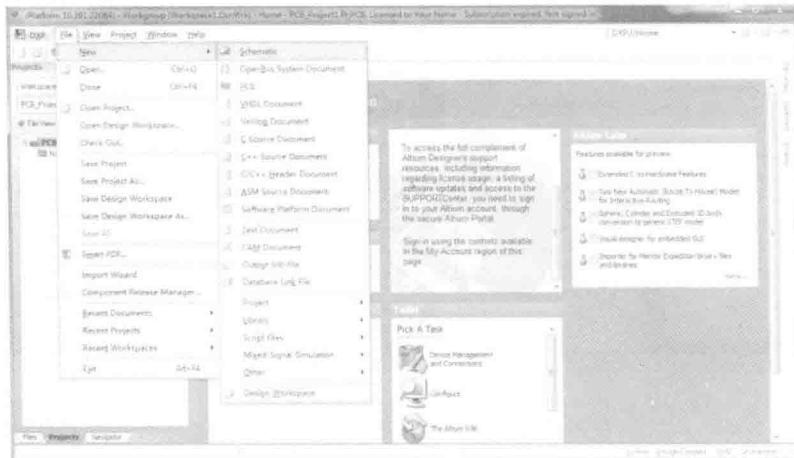

图 1-15 新建电路原理图文件方法 1
(1) 方法 1: 在当前工程文件下, 打开“File”菜单, 选择“New”—“Schematic”命令, 如图 1-15 所示。